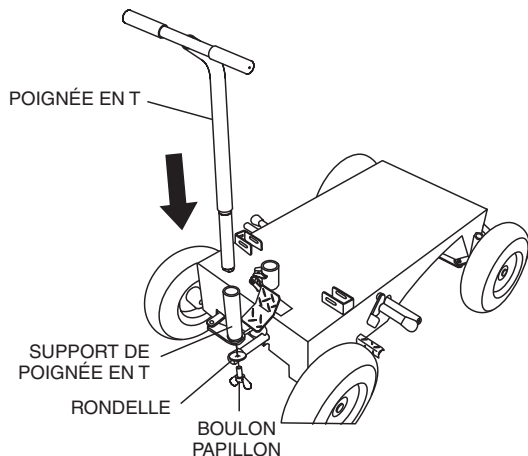

Figure 4. Installation de la poignée en T
2. Insérer la poignée en T dans le support de poignée sur le chariot. Serrer à l'aide du boulon papillon. Voir Figure 4.